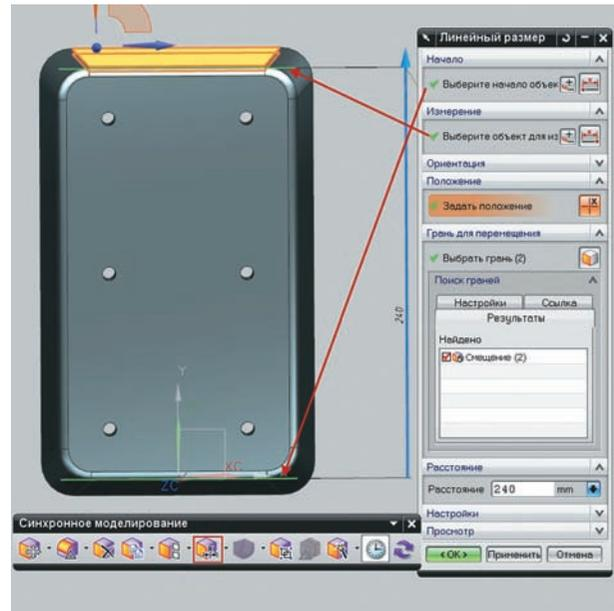

Рисунок 6.15. Линейный размер
- Вызовите команду **Линейный размер** и задайте размер ширины детали по верхней грани. При наведении курсора на края модели в местах скруглений будут подсвечены фиктивные линии пересечения смежных граней. Их можно использовать для привязки размера. Первый указанный объект определяет стационарную часть, а второй – ту часть, которая будет перемещаться (рис. 6.15).